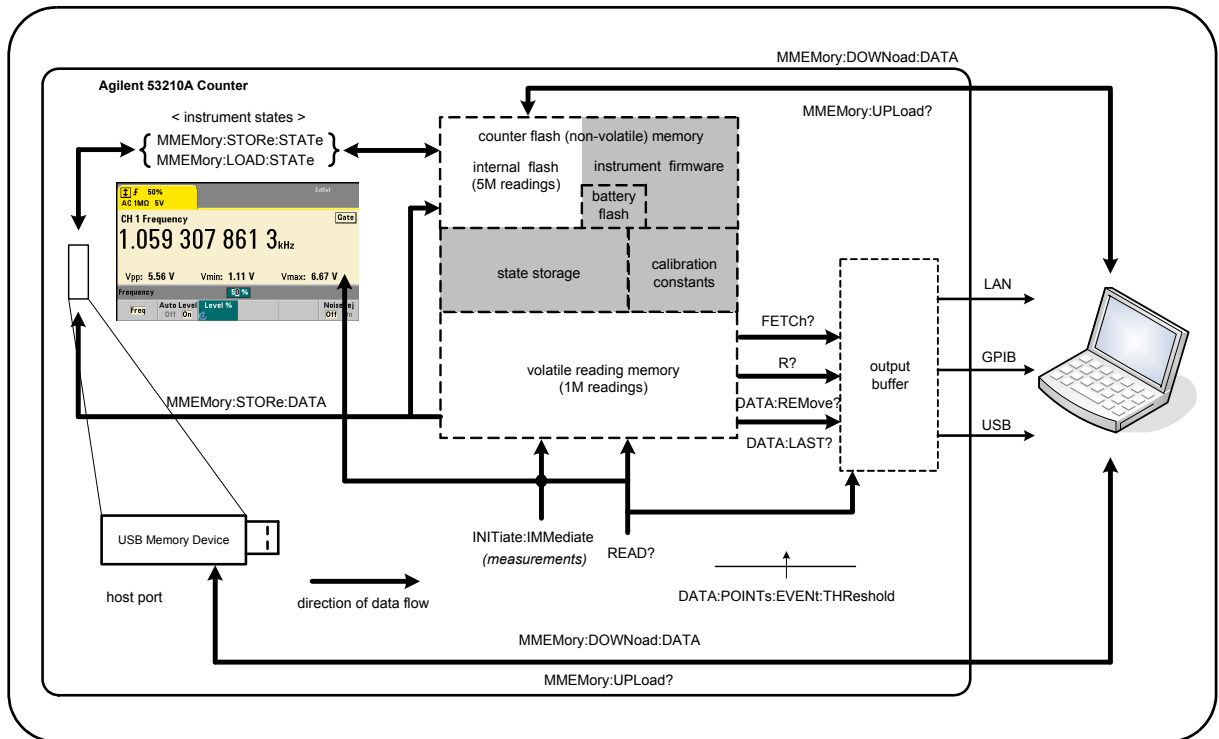

Abbildung 7-1. Datenfluss im Zähler 53210A.
Der Fluss der Messungsdaten im Zähler ist in Abbildung 7-1 zusammengefasst.
Am **vorderen Bedienfeld** oder über eine E/A-Schnittstelle durchgeführte Messungen werden im Display wie in Abbildung 7-1 dargestellt angezeigt. Eine Übersicht der Display-Funktionen siehe Kapitel 1.
Alle Zählermesswerte werden nicht nur angezeigt, sondern auch im **flüchtigen Messwertspeicher** des Zählers abgelegt (Abbildung 7-1). Die Speicherkapazität beträgt 1.000.000 Messwerte. Der Messwertspeicher hat folgende Attribute:
Sobald sich die Daten im Ausgabepuffer befinden, können sie über LAN-, USB- und GPIB-Schnittstelle an den PC gesendet werden (Abbildung 7-1). Im folgenden Abschnitt wird erläutert, wie Messwerte vom Speicher an den Puffer übertragen werden. Wenn der **Ausgabepuffer** während einer Übertragung vollständig gefüllt wird, wird die Befehlsausführung angehalten, bis die Messwerte durch den PC abgerufen werden und so wieder Platz im Puffer geschaffen wird. Es gehen keine Messwerte verloren.
**READ?** - entspricht der Ausführung von **INITiate:IMMediate**, direkt gefolgt von **FETCh?**. Mit **READ?** werden **alle** von **TRIGger:COUNT** und **SAMPlE:COUNT** angegebenen Messwerte sofort in den **Ausgabepuffer** gelesen, sobald sie vollständig sind und sich im Speicher befinden (Abbildung 7-1).